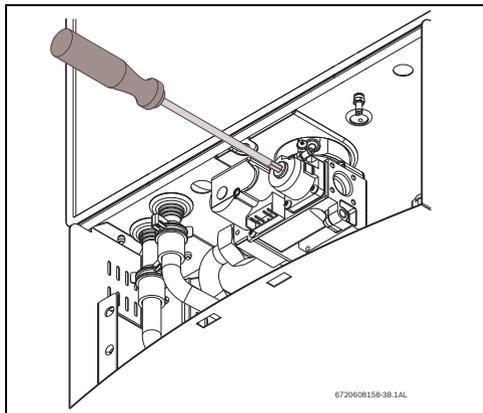

Рис. 45 Регулировка уровня P2 CO₂
- ▶ Установите на место защитную утепленную крышку, Рис. 45 .